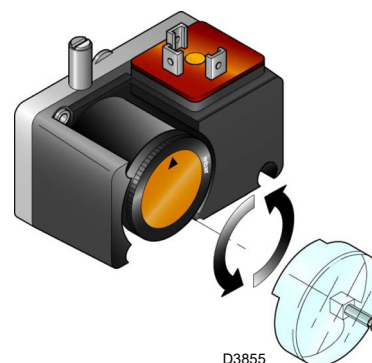

Fig. 31
- Reglați presostatul pentru controlul etanșeității (kit PVP) (Fig. 31 la pag. 32), dacă este montat, în conformitate cu instrucțiunile furnizate cu kitul.
Reglați presostatul pentru controlul etanșeității (kit PVP) (Fig. 31) în conformitate cu instrucțiunile furnizate cu kitul.